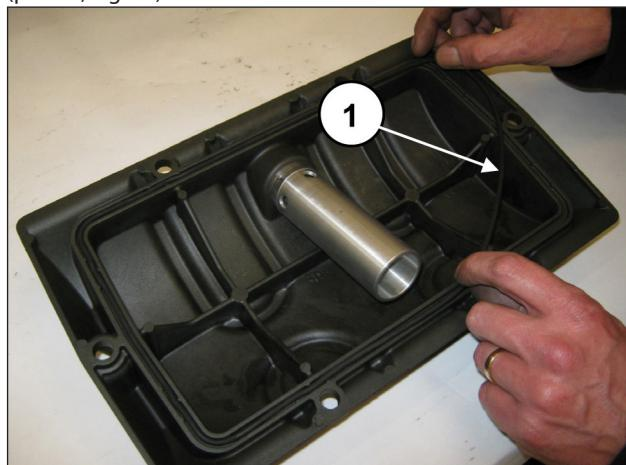
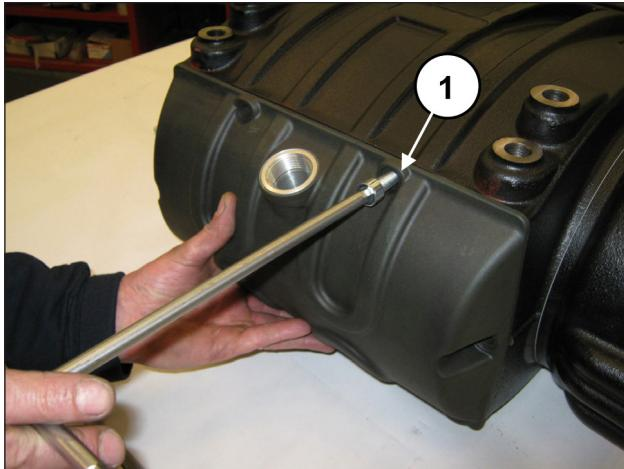

Fig. 70
Fig. 71
Insira o anel circular na tampa traseira (pos. ①, Fig. 70) e monte a tampa no cárter usando os 6 parafusos M10x30 (pos. ①, Fig. 71).